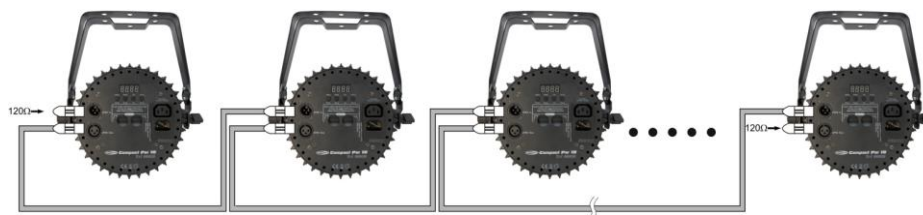

Fig. 3
3. Collegare le unità come indicato nella (Fig. 3). Collegare un cavo di segnale DMX dall'uscita "out" del primo dispositivo DMX alla presa "in" della seconda unità. Ripetere questo processo fino a collegare la seconda, la terza e la quarta unità. Sarà possibile usare le stesse funzioni sul dispositivo master di quelle descritte a pagina 12 e 13 (Programmi integrati, Esecuzione Automatica o Controllo da audio). Ciò significa che sul dispositivo master sarà possibile impostare la Modalità di funzionamento desiderata e che tutti i dispositivi slave risponderanno esattamente come il dispositivo master.